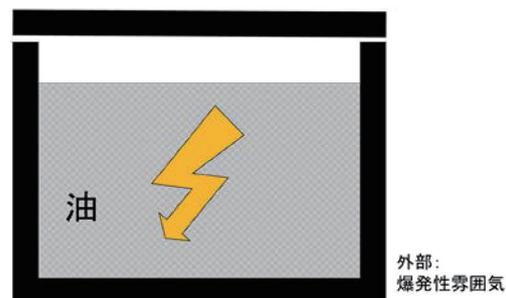

図5 油入防爆構造模式図
5) 油入防爆構造 (protection by oil immersion safety、記号：o、図5) は、電気機器で着火源となる部分を絶縁油内に収め、着火源が外部の爆発性雰囲気と接触しない方にした構造である。油の劣化、油漏れ、